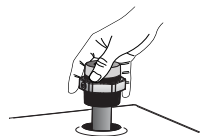

Figure 3
4. Enveloppez l'extrémité filetée supérieure de l'adaptateur réservoir dans trois ou quatre tours de ruban de filetage et insérez le tuyau d'aspiration/l'adaptateur réservoir dans l'ouverture filetée du réservoir (voir figure 3). À l'aide d'une clé, serrez l'adaptateur dans le réservoir de carburant.